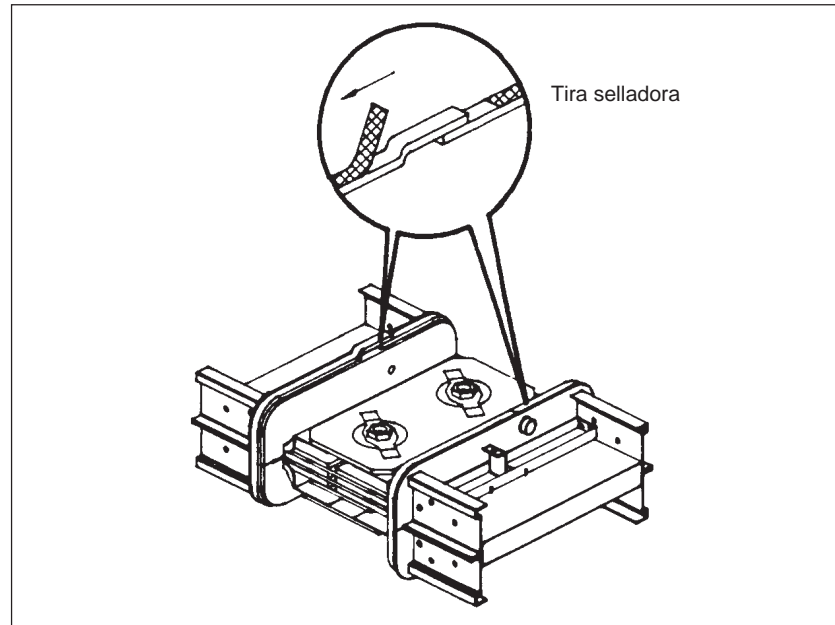

Figura 4
4. Prepare la unión para conectar las cubiertas (figura 4).